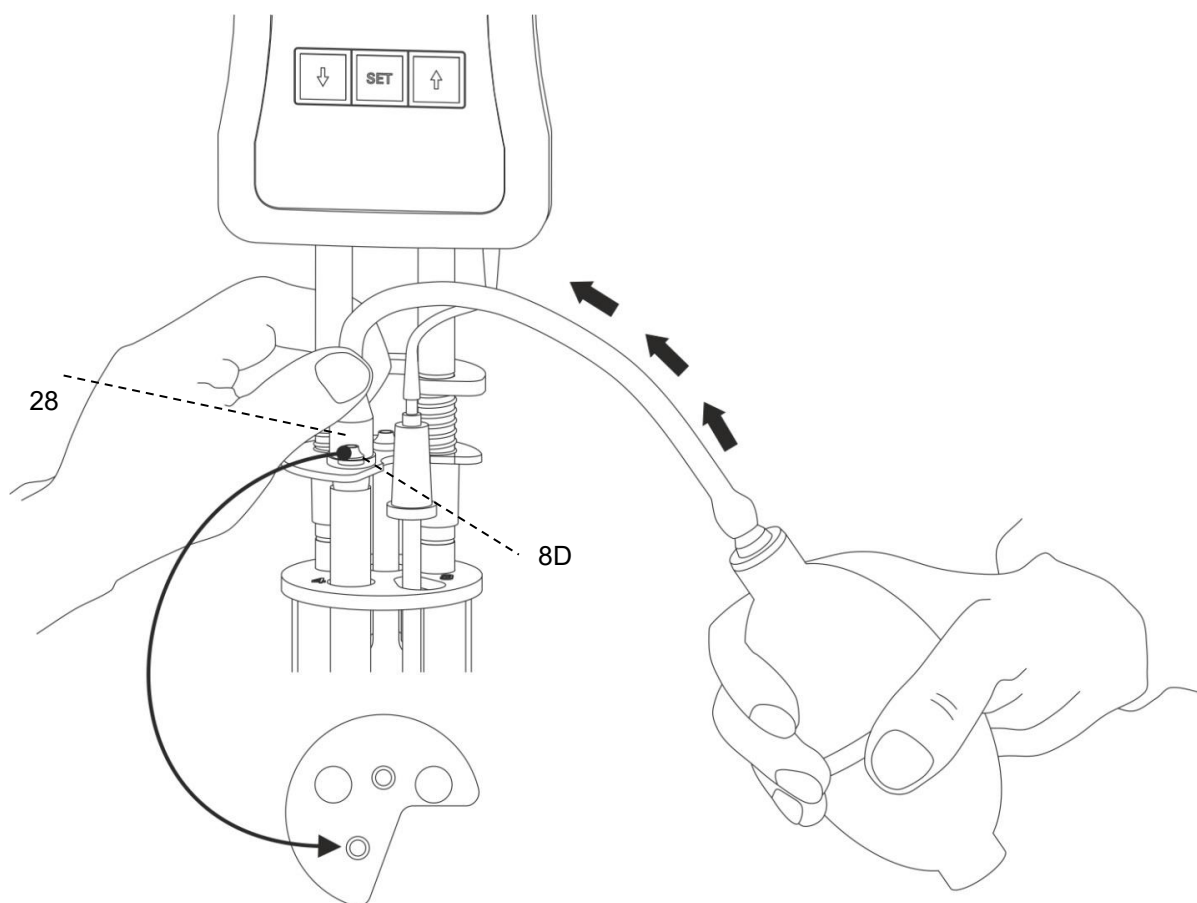

Fig. 8 Operación de empuje con bomba manual VZ 6550
- (a) en operación de empuje sobre el tapón de silicón 8D sobre el tubo de llenado (véase la  **Fig. 8**)